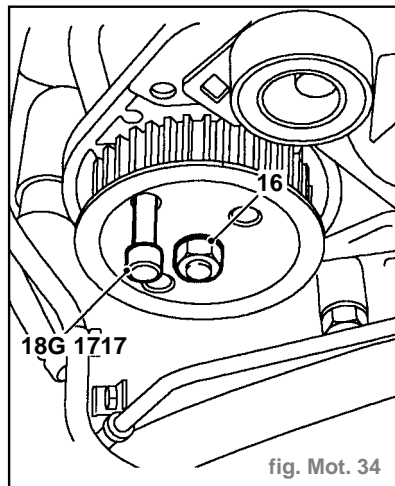

fig. Mot. 34
- Enlever l'écrou (16) de retenue du pignon de commande de pompe d'injection et récupérer la rondelle élastique (fig. Mot. 34).